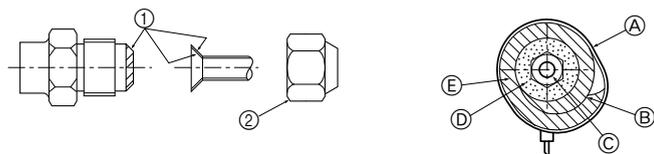

Fig. 4-5
- Envelopper le couvercle du tuyau ③ fixé au tuyau de gaz et vérifier si le joint du raccord n'est pas visible.
- Utiliser les bandes fournies ④ pour serrer les deux extrémités (15 à 20 mm) de chaque couvercle de tuyau ③.
- B Tuyau de gaz de l'appareil      E Bandes ④
- D Couvercle du tuyau ③      G Tuyau de liquide sur place
**En cas d'utilisation de tuyaux de cuivre disponibles sur le marché: (Fig. 4-5)**